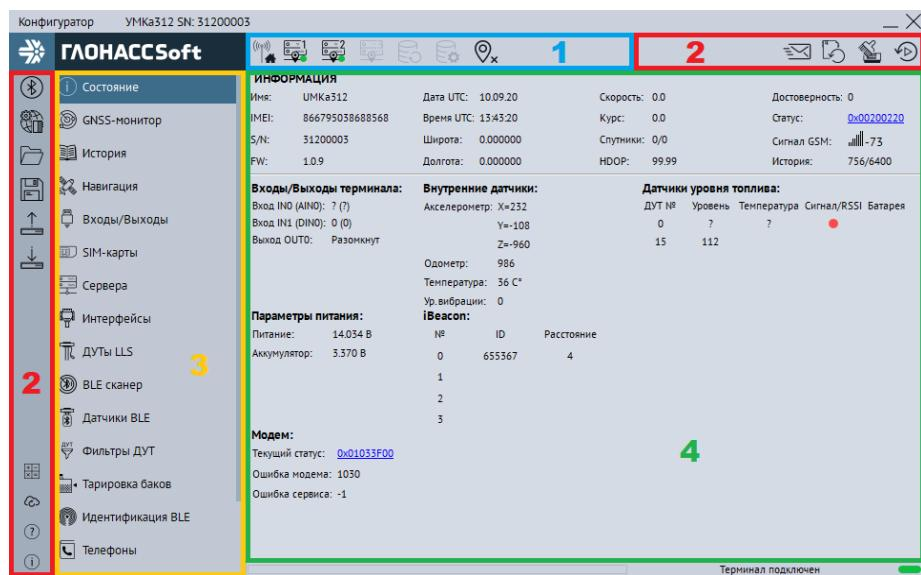

Рисунок 3.9 Стартовое окно «Состояние»
Для запуска приложения, перейдите в «Пуск» → «Все программы» → «Конфигуратор УМКа3XX». Откроется стартовое окно конфигуратора (Рисунок 3.9), которое условно можно разделить на четыре зоны: Панель статуса (1), панели инструментов (2), дерево настроек (3) и окно отображения информации (4).
Для просмотра и редактирования настроек терминала воспользуйтесь вкладками настроек (Рисунок 3.9). При нажатии на вкладку в окне отображения информации можно посмотреть соответствующие значения и настройки и отредактировать их.
На вкладке «Состояние» (Рисунок 3.9) отображается общая информация о терминале, состояние входов/выходов терминала, внутренних и внешних датчиков.